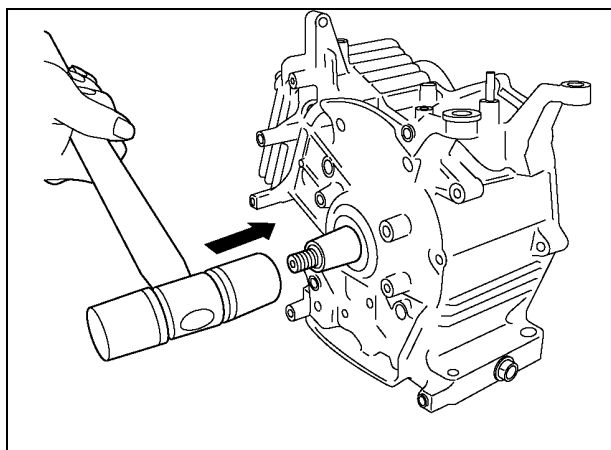

Рис. 5-24
| 27 | Коленчатый вал | (1) Удалите сегментную шпонку (магнето маховика). (2) Извлеките карданный вал из корпуса двигателя, постукивая со стороны магнето пластиковым молотком и стараясь не повредить масляное уплотнение. (См. рис. 5-24) | Пластиковый молоток |